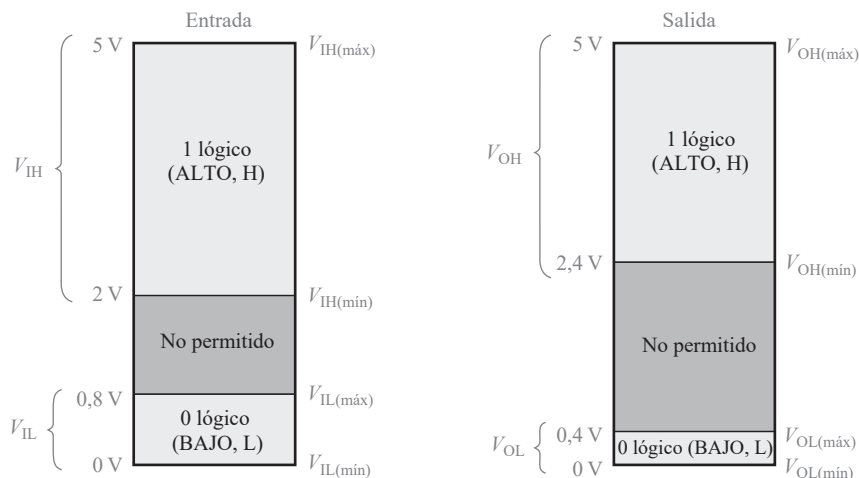

Figura 1: Nivel de voltaje aceptados entrada/salida TTL [2]
En general, para la mayoría de los experimentos que realizaremos a lo largo del curso, se utilizarán voltajes de alimentación de +5V. Este voltaje es definido por el tipo de transistor utilizado en la construcción del circuito integrado (CI). Los CI que trabajan con este nivel de voltaje reciben el nombre de **TTL** (por sus sigla en inglés de **T**ransistor-**T**ransistor **L**ogic). En la Figura 1 se muestra los niveles permitidos tanto de entrada como de salida para CI del tipo TTL.